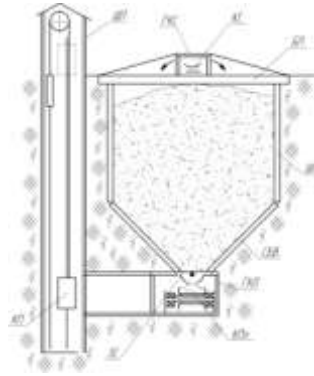

Рис. 2. Шатрово-бункерний склад
1) У перспективі пропонується орієнтуватися на варіант шатрово-бункерного складу, що завантажується за допомогою стрічкового конвеєра – рисунок 2. Видавання вантажу здійснюється за допомогою пластинчастого конвеєра, який, у свою чергу, завантажується через секторний затвор.